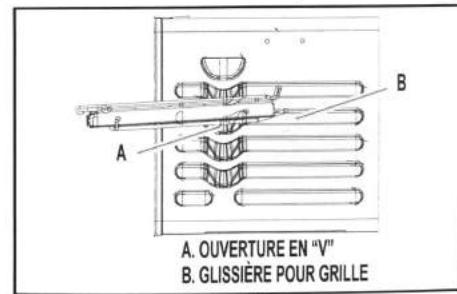
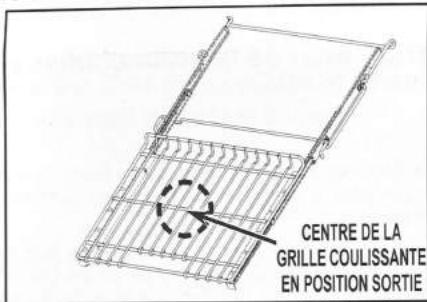

FIGURE 4
FIGURE 6
13. Replacer la grille en position horizontale et la pousser doucement au fond du four jusqu'à ce que le rebord arrière de la glissière retombe et se mette en place. Voir la Figure 4.
15. La grille coulissante étant en position 5 ou 3 (voir *Figure 4*), tirer la grille jusqu'à sa position complètement sortie. Voir la *Figure 6*.
17. Fixer le crochet du tractiomètre au centre de la grille coulissante en position complètement sortie. Compter 8 barres longitudinales jusqu'au centre. Voir la *Figure 6*.
- 28. Tirer la grille jusqu'à la position complètement sortie. Voir la Figure 6.
- 29. Placer le crochet du tracimètre au centre de la grille coulissante. Compter 8 barres longitudinales jusqu'au centre. Voir la Figure 6.